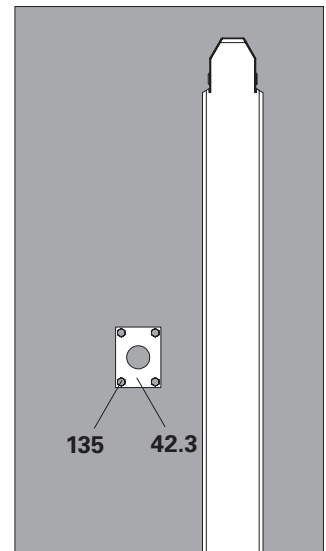

Fig. C3.06a
- Assicurarsi che la distanza dalla trave della cassaforma sia sufficiente. (Fig. C3.06a)